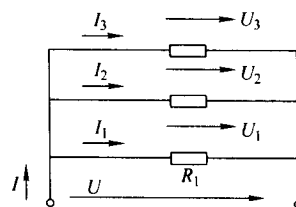

图 1-1-8 并联电路
2) 电阻的并联电路 两个或两个以上的电阻首尾接在相同两点之间所构成的电路叫并联电路，如图 1-1-8 所示。